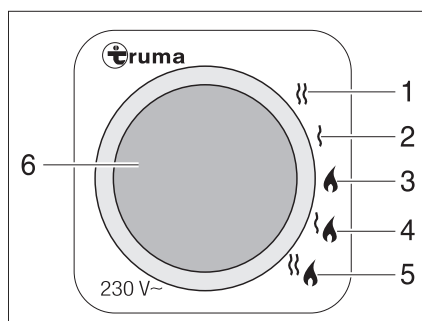

Fig. 168 Selector de energía para la calefacción/caldera
- Funcionamiento a gas (Fig. 168,3)
- Funcionamiento con electricidad a 230 V con los niveles de potencia de 900 W (Fig. 168,2) ó 1800 W (Fig. 168,1)
- Funcionamiento a gas y funcionamiento con electricidad a 230 V (funcionamiento mixto) con los niveles de potencia de 900 W (Fig. 168,4) ó 1800 W (Fig. 168,5)
Si se ha seleccionado el funcionamiento con electricidad a 230 V, se enciende la luz de control amarilla (Fig. 168,6).